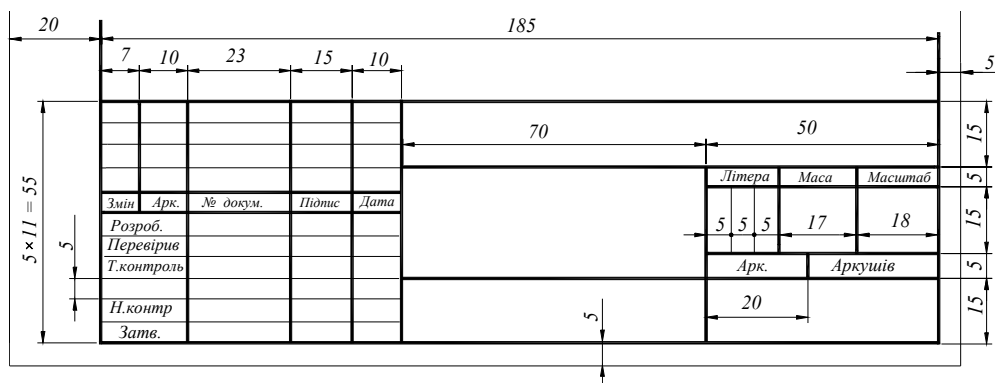

Рис. 2.18. Основний напис
8. На файлі кресленника накреслити основний напис (рис. 2.18).